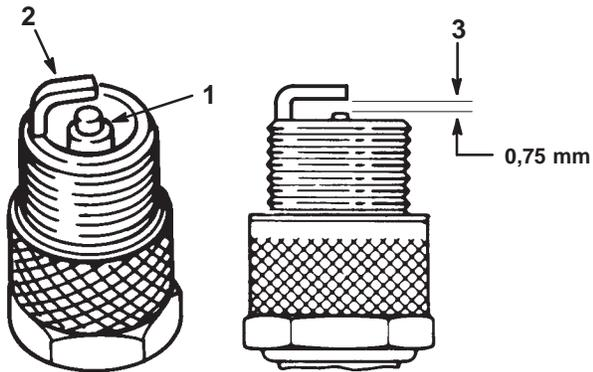

Bild 40
1. Sehen Sie sich die Mitte der Zündkerze(n) an (Bild 40).
3. Prüfen Sie den Abstand zwischen den mittleren und seitlichen Elektroden (Bild 40) und biegen die seitliche Elektrode bei falschem Abstand zurecht.